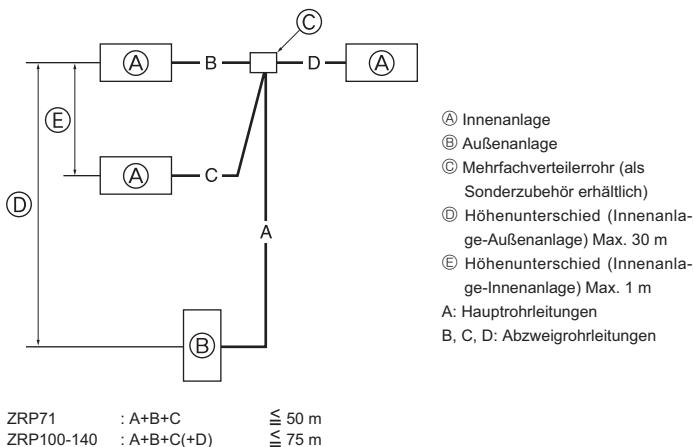

Fig. 4-9
4.8. Für Doppel-/Dreifachkombination (Fig. 4-9)